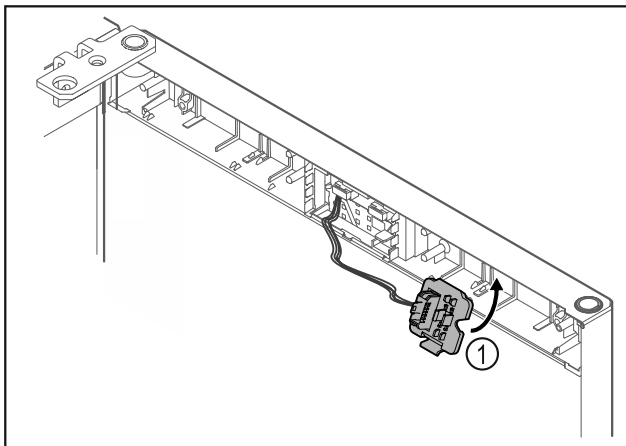

Fig. 18
- ▶ Κουμπώστε το στήριγμα του φιν Fig. 18 (1) στην απέναντι πλευρά.